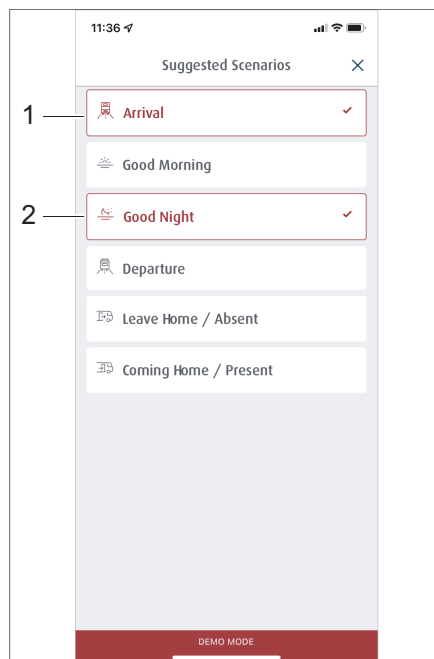

Bild 281 Val av färdiga scenarior
- Klicka på knappen för önskade scenarier, t.ex. *Ankomst* (Bild 281,1) och *God natt* (Bild 281,2).